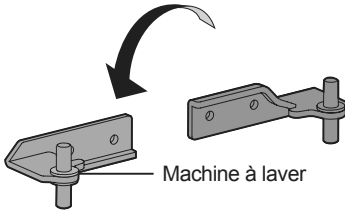

Figure 18
33. Retirez le joint de la charnière centrale et fixez la charnière à 180°. Placez le joint sur l'axe de la charnière supérieure de la charnière centrale (voir Figure 18).